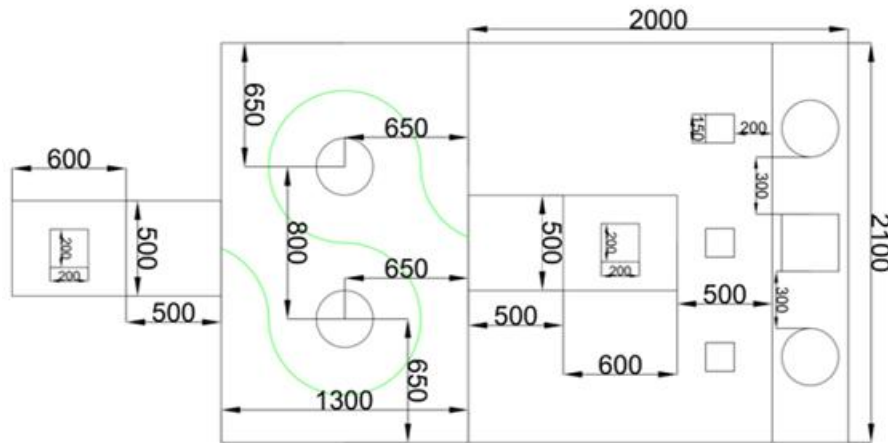

图 2 场地及物体尺寸（单位：毫米）
场地及物体尺寸如图 2 所示。
(1) 场地铺设材料不限，按图 2 场地四周、各区域贴上白色的边界。